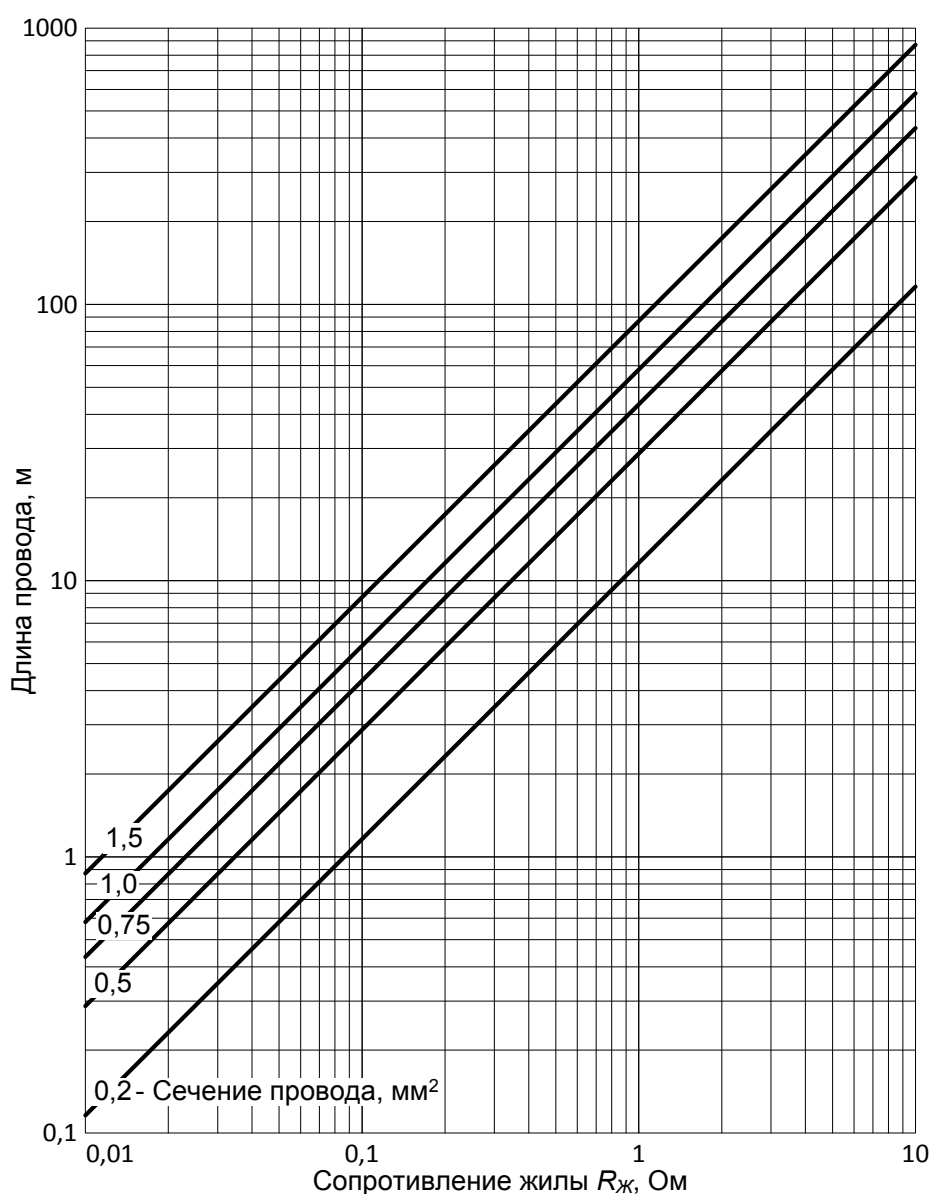

Рисунок 10
- с) Длина соединительных проводов и их сечение выбираются исходя из полученного сопротивления $R_{\text{Ж}}$. Для определения длины проводов в зависимости от сопротивления и площади сечения можно воспользоваться номограммой, приведённой на рис. 10.